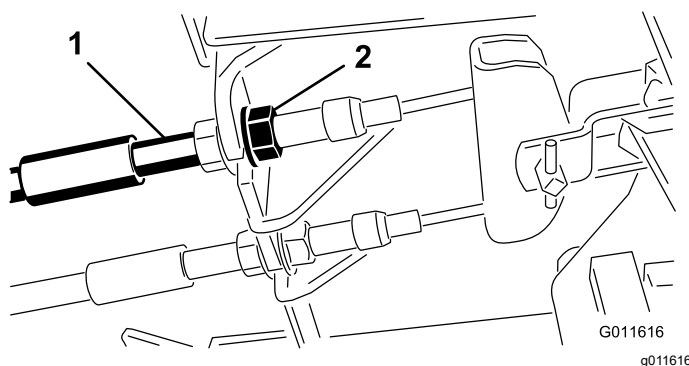

Figura 45
- Para reducir la holgura de los pedales de freno, apriete los frenos aflojando la tuerca delantera del extremo roscado del cable de freno (Figura 45).